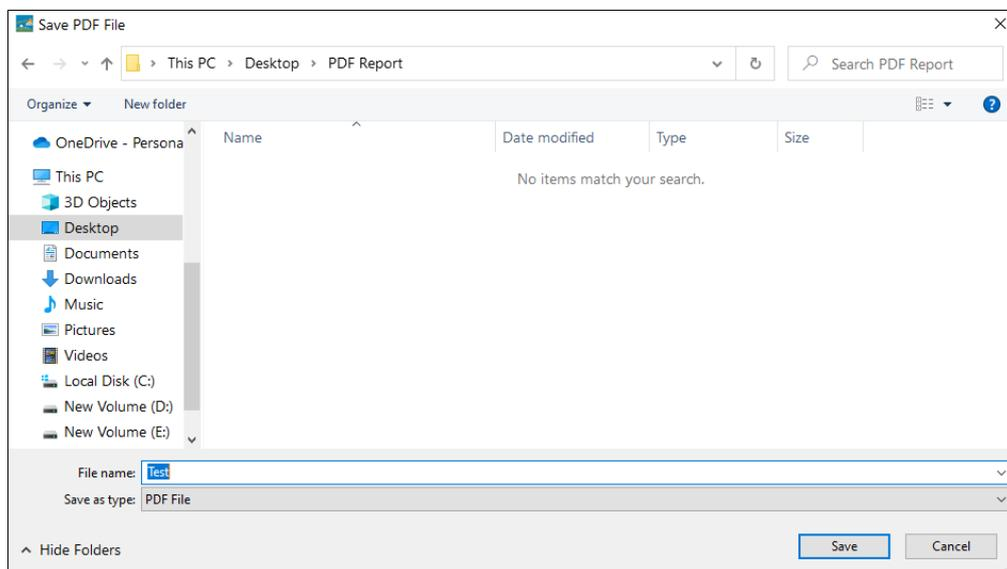

Figura 17 Selección de la ubicación del archivo para guardar el informe PDF
- Finalmente, seleccione el botón "Generate Report" para guardar el informe PDF generado en la ubicación del archivo apropiado como se muestra en la figura 17.